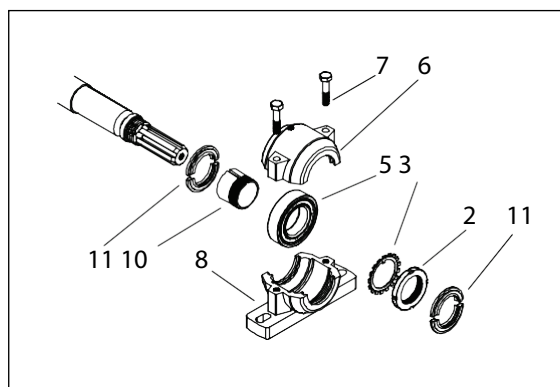

Fig. 7b. Rolamento, lado do eixo estriado
Os rolamentos do lado do alimentador e o lado do eixo estriado são diferentes um do outro. O rolamento do lado do eixo estriado, Fig. 7b, não tem anéis espaçadores (4 e 9) e uma placa de extremidade (1). O rolamento do lado do eixo estriado tem tampas de pó de ambos os lados (11).